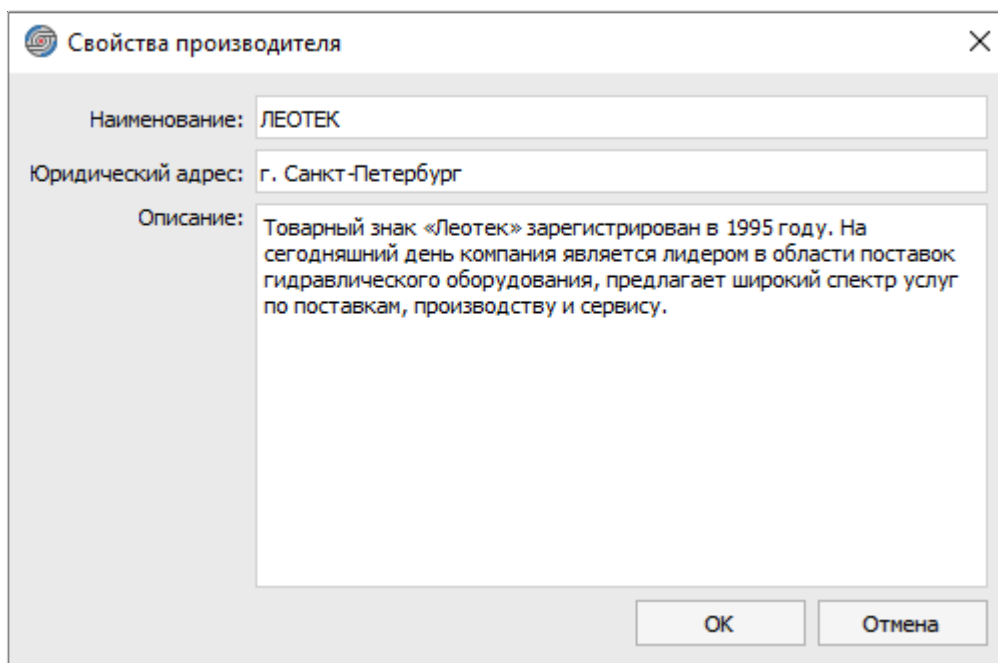

Рисунок 121. Диалоговое окно «Свойства производителя»
- 2) В открывшемся диалоговом окне «Свойства производителя» (см. рисунок 121) внести необходимые изменения.